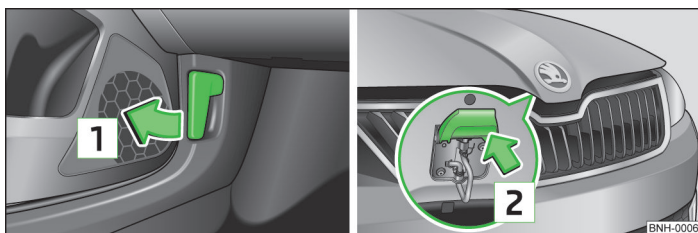

Fig. 131 Maneta de deblocare a capotei motorului / maneta de deblocare
- Trageți de maneta de deblocare de sub planșa de bord, în sensul săgeții **1** » fig. 131.
- Presați maneta de deblocare în sensul indicat de săgeata **2** » fig. 131, capota motorului se deblochează.
Nu deschideți niciodată capota motorului de maneta de deblocare » fig. 131.